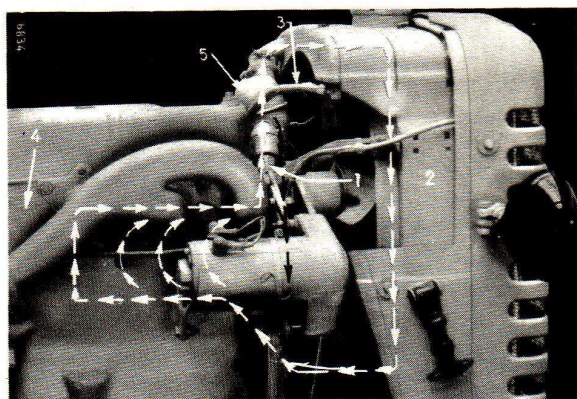
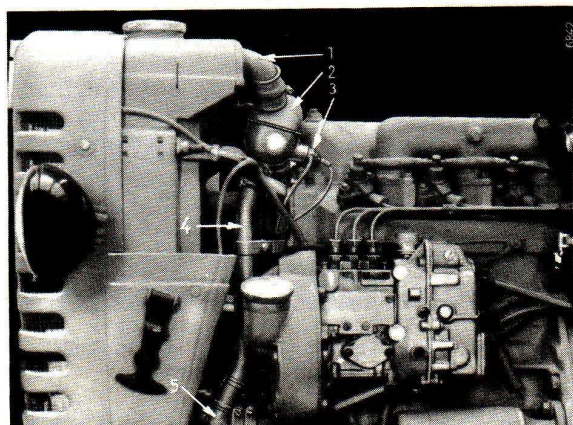

Fig. 42.- Schéma de circulation du liquide de refroidissement
Fig. 44.- By-pass et thermostat
Afin que la température du moteur soit uniforme, la culasse et les cylindres en sont refroidis par circulation d'eau. Une pompe centrifuge (1) à refoulement fait circuler le liquide de refroidissement au travers du bloc moteur, de la culasse (4) et du radiateur (2) fig. 42.
Le système de refroidissement du moteur comporte un tube de "by-pass" (4) fig. 44, qui permet à l'eau de circuler dans le bloc moteur et la culasse, sans passer par le radiateur, et ce, durant la période de réchauffage du moteur.
Un thermostat à 2 sorties (2) fig. 44, situé à la partie supérieure du by-pass coupe l'arrivée d'eau au radiateur lorsque le moteur est froid et permet une circulation de l'eau à travers la tuyauterie de by-pass. Voir les flèches noires, fig. 42. Lorsque la température atteint 75°C, le thermostat s'ouvre graduellement, permettant ainsi la circulation d'eau dans le radiateur. En s'ouvrant il ferme la tuyauterie de by-pass.